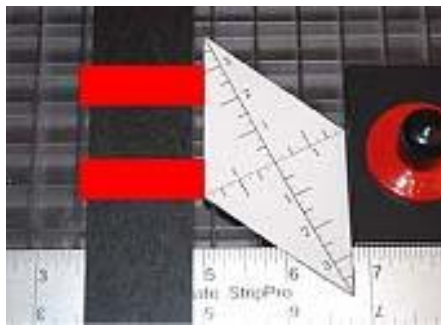

Figure 2
2. Pour déterminer la largeur de la pièce de verre, vous aurez besoin, placez la découpe sur la règle comme indiqué ci-dessous. (figure 2)